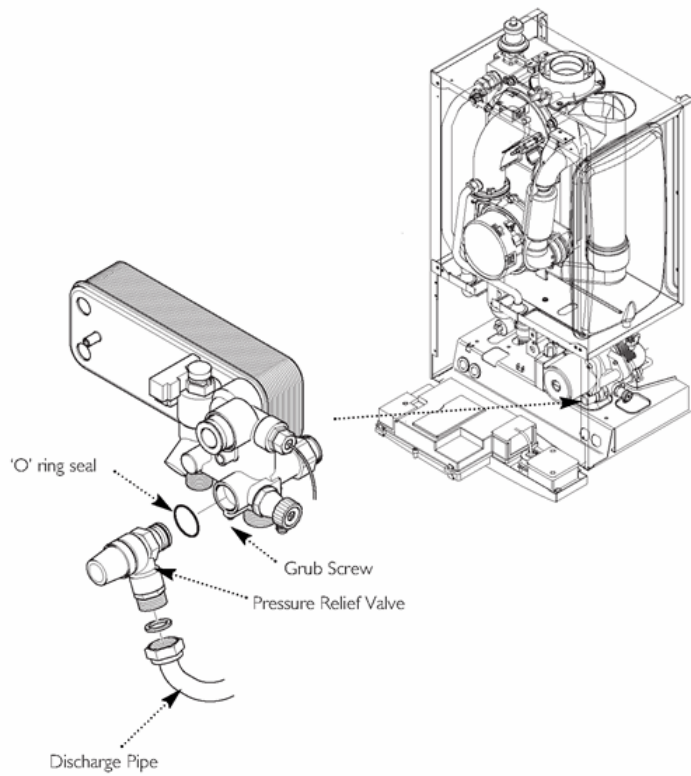

Fig. 93
14.17 Pressure Relief Valve (Fig. 93)